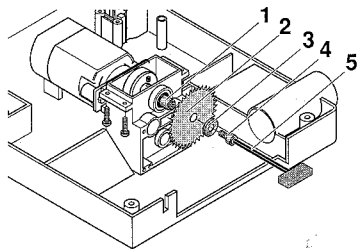

Fig. 4
3. Mit dem 3 mm Innensechskantschlüssel 5 (Fig. 4) Schraube 4 abschrauben, Ring 3 und Sägeblatt 2 abnehmen.